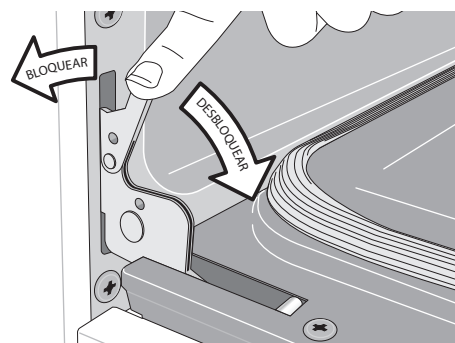

Figura 11: Seguros de las bisagras de la puerta
2. Tire de los seguros de ambas bisagras (izquierda y derecha) hacia abajo desde el marco del horno completamente hacia la puerta del horno (vea la Figura 11). Es posible que necesite una herramienta como un destornillador pequeño de cabeza plana.
4. Empuje los seguros de las bisagras izquierda y derecha hacia arriba y hacia el interior del marco del horno a su posición bloqueada (Figura 11).